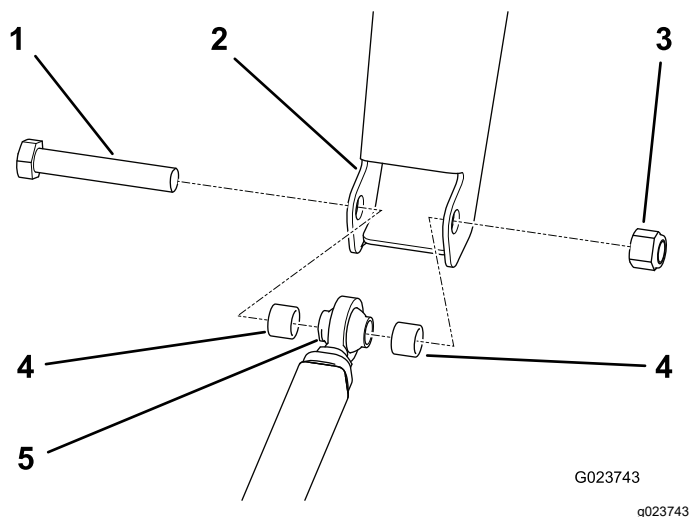

Figura 13
1. Allineate la staffa sull'estremità della barra di traino all'attacco di traino del telaio (Figura 13).